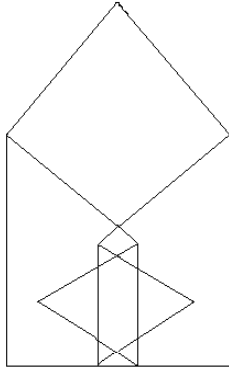

Figura No. 4
2.5 Dobla la parte distal sobre las anteriores e introduce el vértice en el espacio formado por los mismos, dejando un pequeño triángulo que facilite el manejo aséptico. (Figura No. 4 y 5)